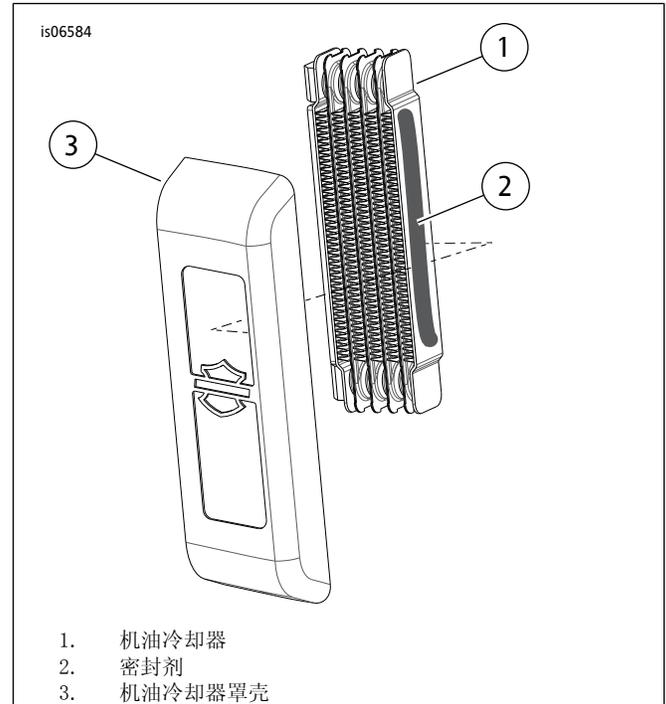

图1。将罩壳安装到机油冷却器
2. 参见图1。在机油冷却器的左侧平面上厚厚地涂一层High Performance Sealant-Gray(灰色高性能密封剂)。将机油冷却器罩壳按压到密封剂上以安装机油冷却器罩壳。